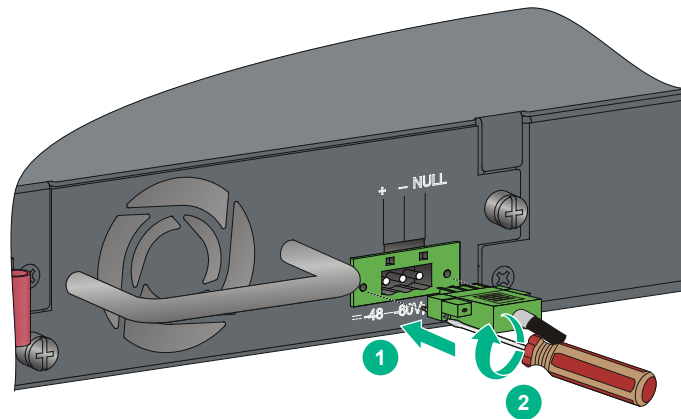

図 3-24 PSR150-D1 への DC 電源ケーブルの接続 1
- 2) DC 電源ケーブルを準備し、装置接続側のプラグの向きに注意して、図 3-24の①に示すように電源ソケットをプラグに挿入します。ソケットに確実に挿入してください。プラグがソケットに挿入できない場合、無理に押し込まないで、再度プラグの向きや接続部を確認してください。
- 3) 図 3-24の②に示すように電源ソケットと電源モジュールを固定するためにマイナスドライバを使用してネジを締めてください。